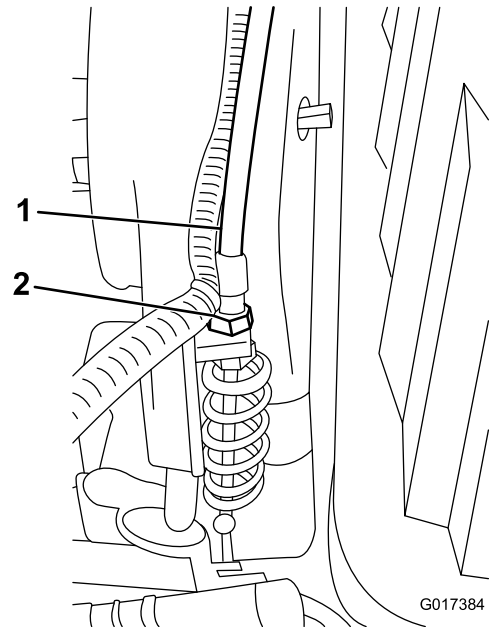

図 49
3. トランスミッションのバルクヘッド部で、リールコントロールのケーブル 図 49 を行うスプリングの長さが 70.6-72.4mm になるように調整する。